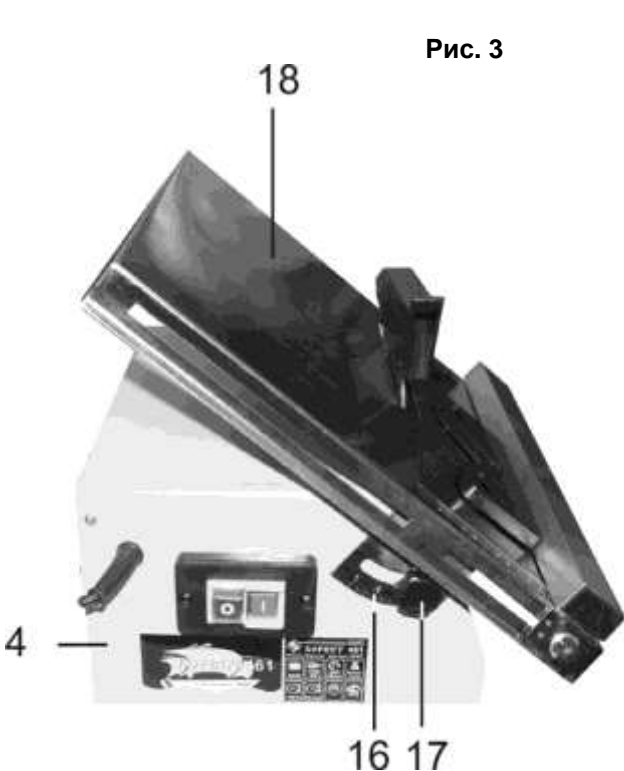

Рис. 3
10.1. Регулировка угла резания (Рис. 3)
10.1.3. Как показано на Рис.3, переведите рабочий стол (18) в наклонное положение, совместив показание на шкале наклона (16) и риске на основании (4) на предполагаемый угол резания. Закрепите положение двумя винтами фиксации (17).